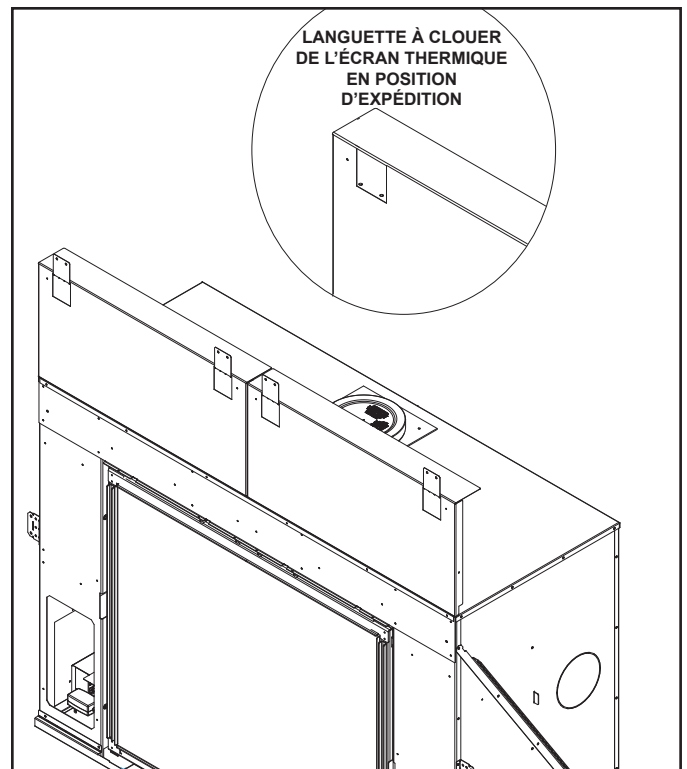

Figure 6.6. Écran thermique et languettes à clouer en position d'installation
- Courbez le sommet des écrans thermiques vers le haut afin de les positionner à la verticale et de plier les deux languettes à clouer de chaque tête d'écran thermique, vers l'extérieur. Fixez à la charpente. Voir la figure 6.6.